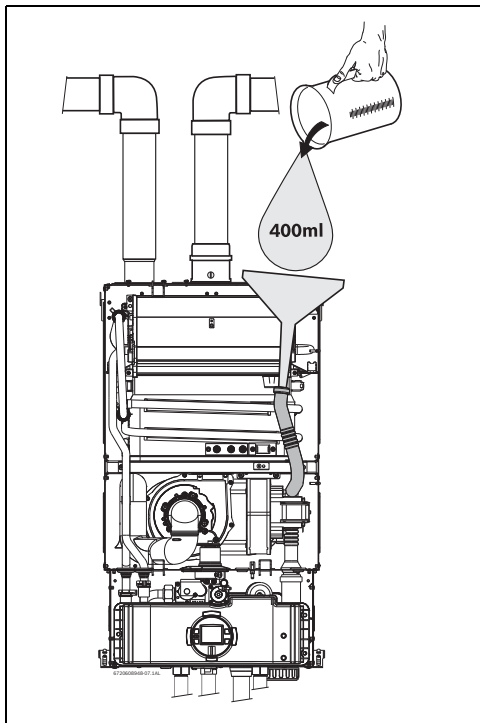

Fig. 32 Llenado del depósito de agua después de la instalación
- ▶ Llenar el depósito de aguas condensadas con aproximadamente 400 ml de agua, a través del tubo de condensados. Para evitar daños en el aparato utilice un embudo en la extremidad del tubo, consultar (Fig. 32).